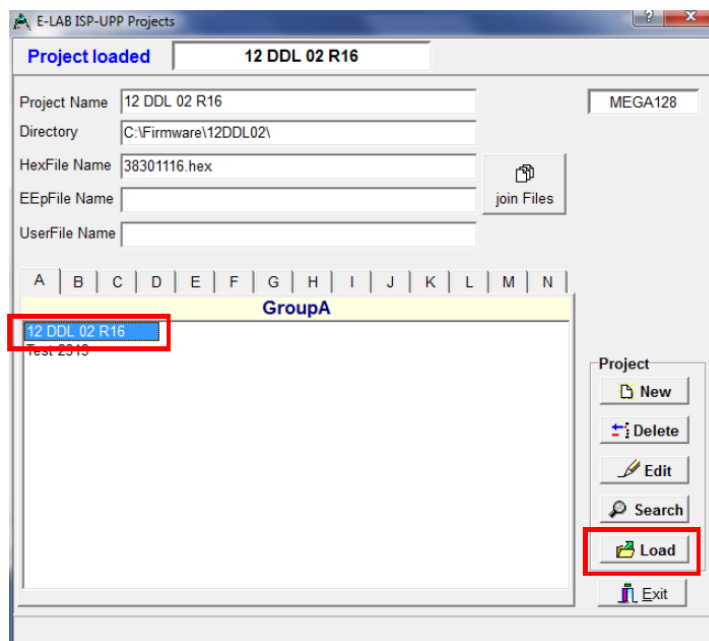

Рисунок 9
2.2.7 Назначьте файл прошивки и нажмите кнопку «Load» (рисунок 9).